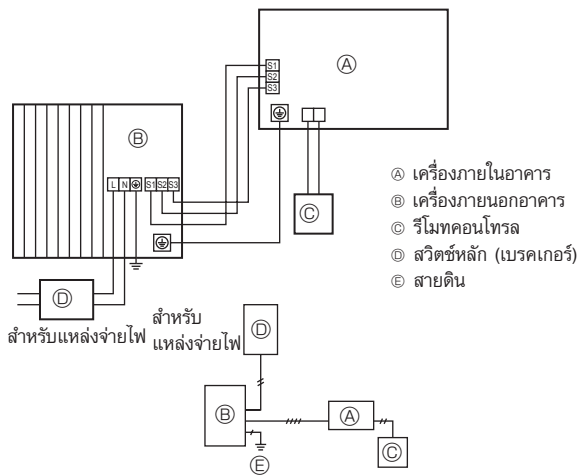
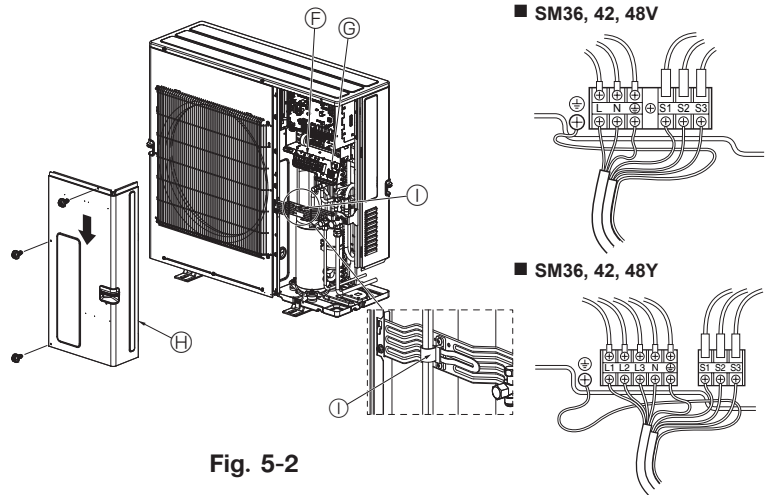

Fig. 5-1
Fig. 5-2
5.1. เครื่องภายนอกอาคาร (Fig. 5-1, Fig. 5-2)
- ① ถอดแผงตรวจซ่อมแซมออก
- ② เดินสายตามที่แสดงใน Fig. 5-1 และ Fig. 5-2